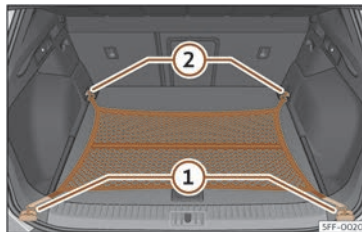

Fig. 182 Al maleter: bossa de xarxa enganxada arran de la base.
- Fixeue els ganxos de la bossa a les argolles d'amarratge >>> **fig. 182** ① y ② >>> ⚠. La cremallera de la bossa ha de quedar cap amunt.